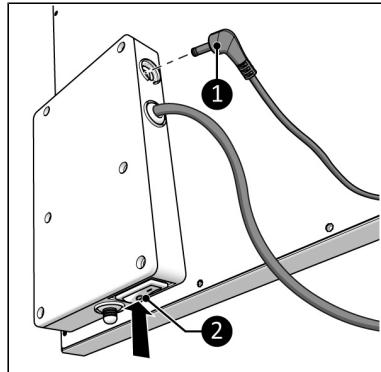

Figure 56.
- Assurez-vous que le commutateur ON/OFF est en position OFF (Figure 56, pos. 2).
- Connecter le connecteur du capteur de température externe (Figure 56, pos. 1) à la fiche du capteur.